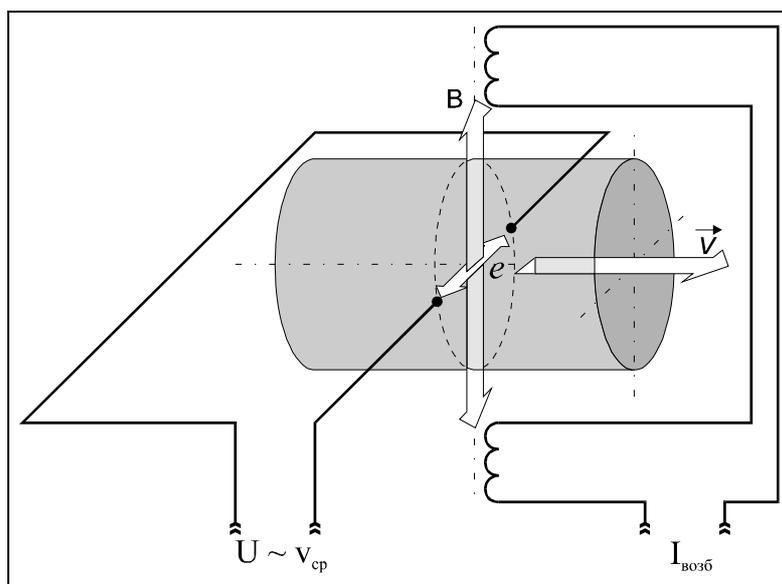

Рисунок 1. Принцип работы счетчика-расходомера
- 4.1. Принцип работы счетчика-расходомера основан на явлении электромагнитной индукции (см. **Рисунок 1**). При прохождении электропроводящей жидкости через магнитное поле, в ней, как в движущемся проводнике, наводится электродвижущая сила (ЭДС), пропорциональная средней скорости жидкости.